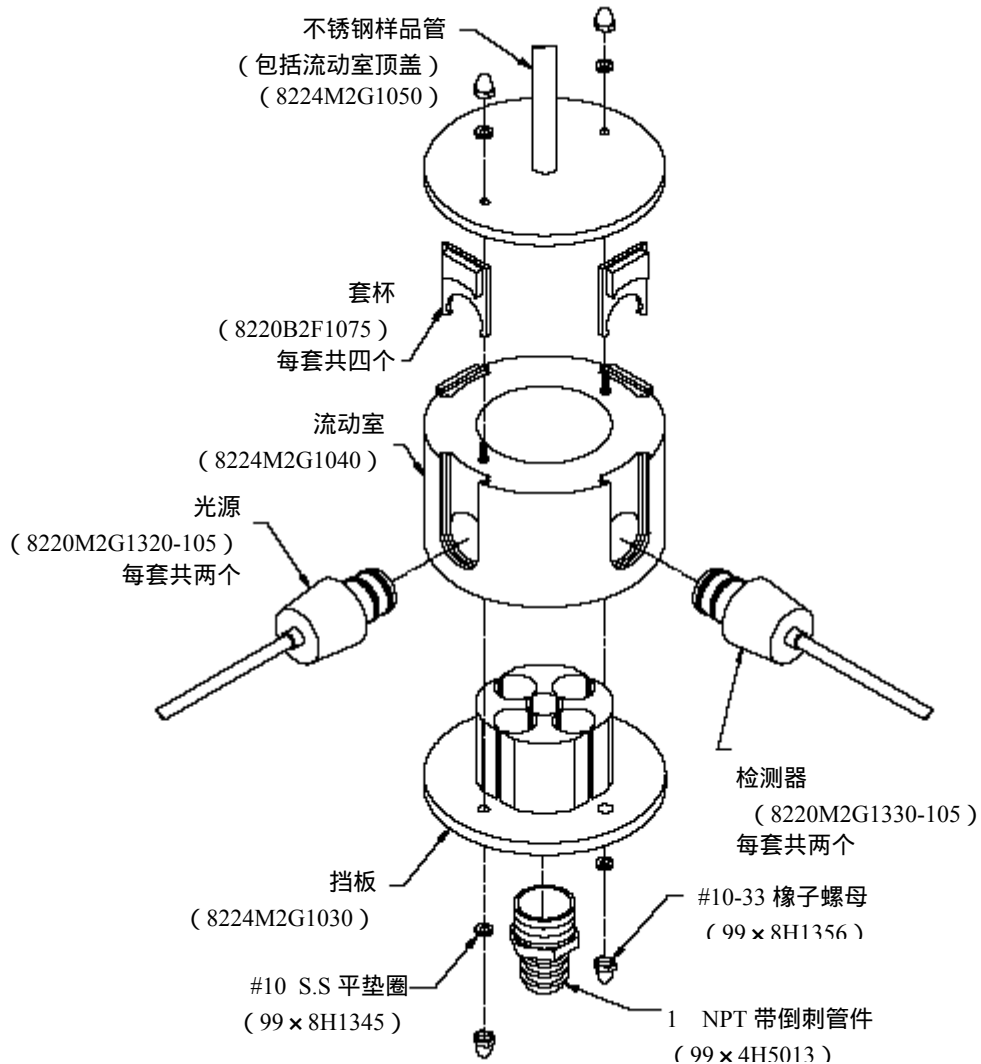

图 3-2 传感器流动室组件详图
3. 通过旋松底部的两个低帽“橡子”螺母从传感器流动室上拆下挡板(详见图 3-2)。使用一个 3/8 英寸的开口扳手或者一个可调扳
- b) 通过旋松底部的两个低帽“橡子”螺母从传感器流动室上拆下挡板（详见第三部分的，5.3 节中的图 3-2）。使用一个 3/8 英寸的开口扳手或者一个可调扳手。小心不要旋松固定垫圈。